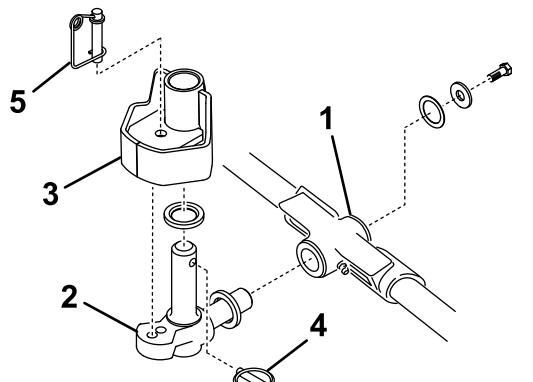

Figura 12
1. Montate una rondella di spinta sull'albero orizzontale dello snodo di articolazione, come riportato in Figura 12.
2. Inserite l'albero orizzontale dello snodo di articolazione nel tubo di montaggio del telaio portante (Figura 12).
3. Assicurate lo snodo di articolazione al telaio portante per mezzo di una rondella di spinta, una rondella piatta e una vite a testa cilindrica con testa flangiata (Figura 12).
4. Inserite una rondella di spinta sull'albero verticale dello snodo di articolazione (Figura 12).
5. Inserite l'albero verticale dello snodo di articolazione nel mozzo orientabile del braccio di sollevamento, se era stato tolto in precedenza (Figura 12).
6. Inserite l'acciarino nel foro a croce previsto sull'albero dello snodo di articolazione (Figura 12).
11. Agganciate il braccio della molla attorno all'estremità inferiore del perno di bloccaggio dello sterzo (Figura 12).